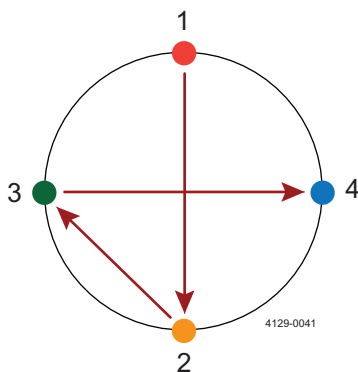

Abbildung 1
4. Die Schweißplatte mithilfe des geeigneten Füllmaterials am Tank an den Positionen 1 und 2 von der Innenseite des Tanks aus Heftschiessen (siehe Abbildung 1). Sicherstellen, dass die Anschweißplatte plan ausgerichtet ist (ggf. anpassen) und an den Positionen 3 und 4 Heftschiessen.